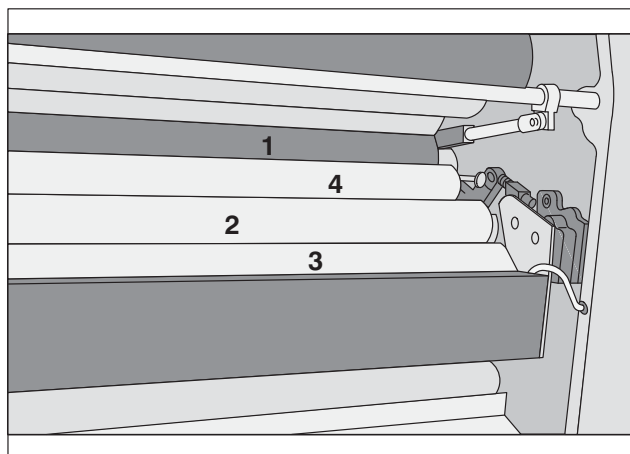

図13
### 白のインキ着けローラ14(図13/①)の取り外し
- ⑰ 白のインキ着けローラを取り外す前に、アルカラー湿し装置のローラ19(図13/②)、18(図13/③)、17(図13/④)および16を取り外さなければなりません。